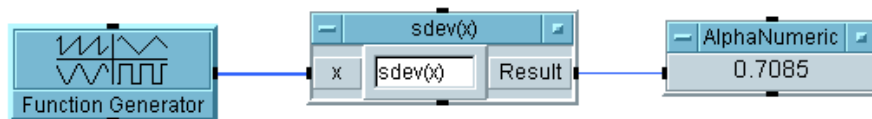

図 4-4. 標準偏差の算出
6. プログラムを実行します。図 4-4 のように表示されます。